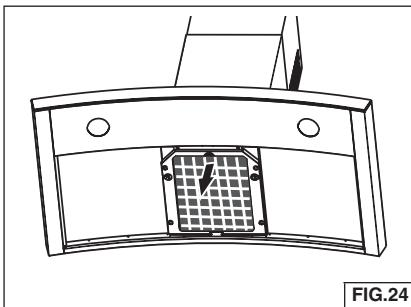

FIG.24
2. Pour installer le filtre à GRAISSES, alignez les ergots arrière du filtre dans les fentes de la hotte. Tirez la languette du loquet vers le bas, poussez le filtre en place et relâchez la languette. Vérifiez si le filtre est bien fixé une fois replacé. Fig. 24.